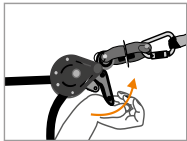

Fig 5
Trek aan de klemhendel (4) om de veiligheidslijn te ontkoppelen (fig. 5). Maak het geheel los en doe de onderdelen terug in hun originele verpakking.